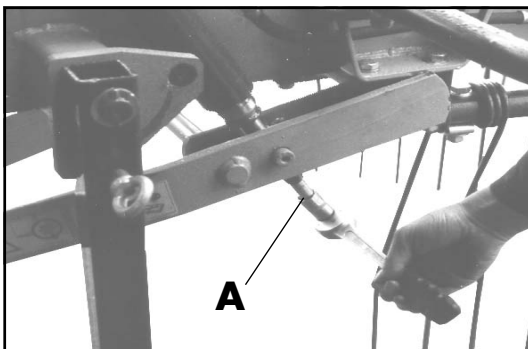

Fig. 3-2
- Régler la machine horizontalement/légèrement inclinée vers l'avant au moyen de la broche de réglage « A » (fig. 3-2)